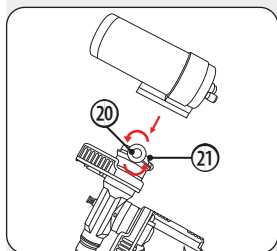

Fig. 14: Montaje del tubo óptico
7.4. MONTAJE DEL TUBO ÓPTICO (FIG. 14)
1. Afloje el tornillo de bloqueo (20) de la guía de cola de milano (21) de la montura y desenrósquelo hasta que no bloquee la guía de cola de milano. (Fig. 14, I)
3. Apriete el tornillo de bloqueo (20) de forma que el tubo óptico quede firmemente fijado en el raíl del tubo y no pueda salirse.